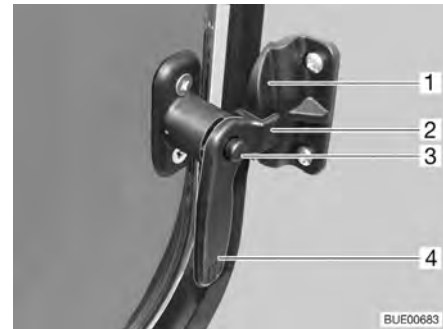

Fig. 30 Finestra nella porta di ingresso in posizione di "Aerazione continua"
- Premere il bottone di sicurezza (Fig. 30,3) e mantenerlo premuto.
- Ruotare la leva di serraggio (Fig. 30,4) verso il centro della finestra.
- Girare nuovamente all'indietro la leva di serraggio. Riportare contemporaneamente la forcella (Fig. 30,2) della leva di serraggio nella rientranza della chiusura della finestra (Fig. 30,1).